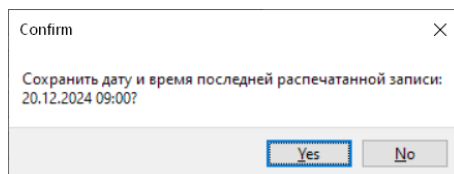
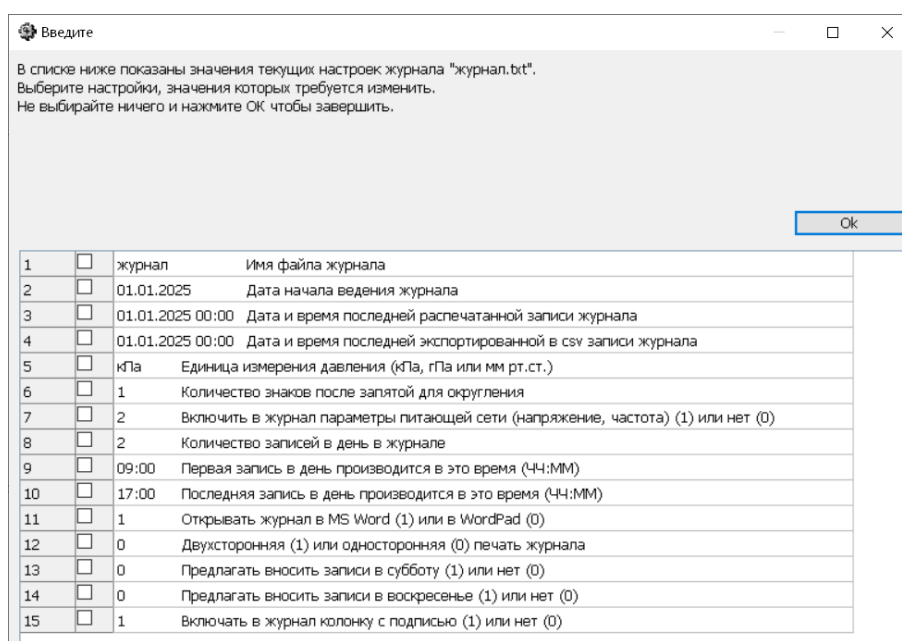

Рисунок 7 – Сохранение в настройках последней распечатанной записи.
Рисунок 10 – Настройка журнала.
5.2.3. Для простой настройки будет предложено загрузить для нового журнала стандартные настройки. Если ответить «Да», дальнейшая настройка вопросов производиться не будет. На экран будет выведена таблица настроек для нового журнала (см. Рисунок 10).
«**Вывести журнал целиком**» – будут выведены все страницы журнала начиная с первой записи (Рисунок 10, строка №2) и заканчивая последней записью в журнале.
«**Вывести только заполненные страницы**» – будут выведены все страницы журнала начиная с первой записи (Рисунок 10, строка №2) и заканчивая последней записью на последней полностью заполненной странице (с двух сторон, если выбрана соответствующая настройка). *Эта опция наилучшая, чтобы напечатать журнал, в котором уже накопились записи хотя бы на одну страницу, в первый раз.*
«**Вывести нераспечатанные ранее заполненные страницы**» – будут выведены все страницы журнала начиная с записи, следующей за последней распечатанной ранее (Рисунок 10, строка №3) и заканчивая последней записью на последней полностью заполненной странице (с двух сторон, если выбрана соответствующая настройка).
«**Вывести нераспечатанные ранее новые записи**» – будут выведены все страницы журнала начиная с записи, следующей за последней распечатанной ранее (Рисунок 10, строка №3) и заканчивая последней записью в журнале.
5.4.3. Если распечатывали журнал, ответьте «Да» на вопрос о сохранении даты и времени последней распечатанной записи (Рисунок 7). В настройках журнала будет сохранена последняя запись на последней полностью заполненной странице (Рисунок 10, строка №3). Если изменение не требуется, вопрос задан не будет.
«**Экспортировать журнал целиком**» – будут выведены все записи журнала начиная с первой записи (Рисунок 10, строка №2) и заканчивая последней записью в журнале.
«**Экспортировать все новые записи**» – будут выведены записи после последней экспортированной в .csv (Рисунок 10, строка №4) и заканчивая последней записью в журнале.
5.6.2. Для настройки журнала выберите его из части списка, находящегося выше прерывистой линии, и нажмите «ОК». Появится окно настройки журнала, показанное на рисунке (Рисунок 10, см. п.5.6.6).
5.7.1. Для управления и настройки имеющихся журналов нажмите на кнопку «Настройки журналов» (Рисунок 1). Появится окно, вид которого показан на рисунке (Рисунок 10). Текущие значения настроек показаны перед их названиями.